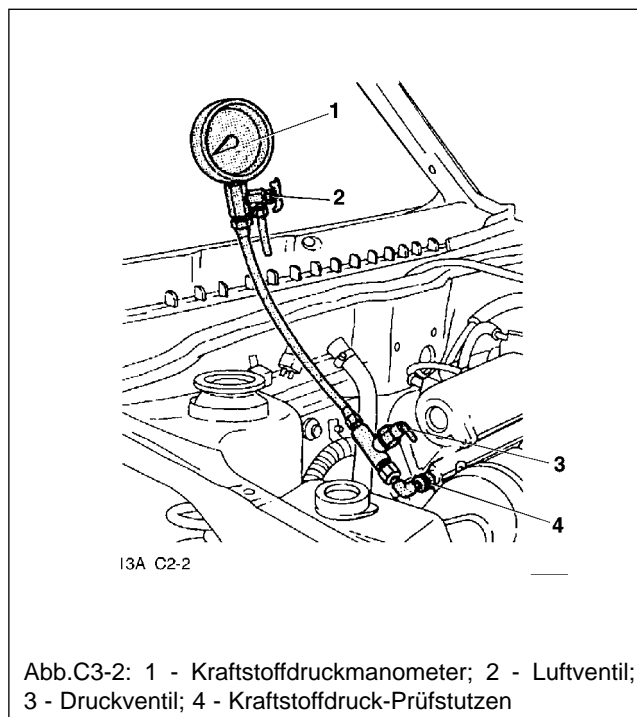

Abb.C3-2: 1 - Kraftstoffdruckmanometer; 2 - Luftventil;
B. Den Kraftstoffdruckmanometer (Abb. C3-2) an den Prüfstutzen anschließen. Der Prüfstutzen kurz davor mit Lumpen umwickeln, um Kraftstoffaustritt zu verhindern.